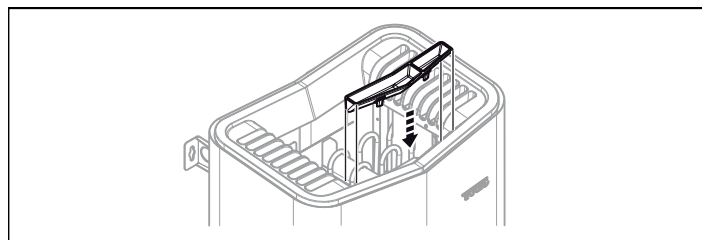

Fig 9: Pose de la coupelle à parfum/l'humidificateur
7. Poser la coupelle à herbes/l'humidificateur (voir Fig 9, page 15).